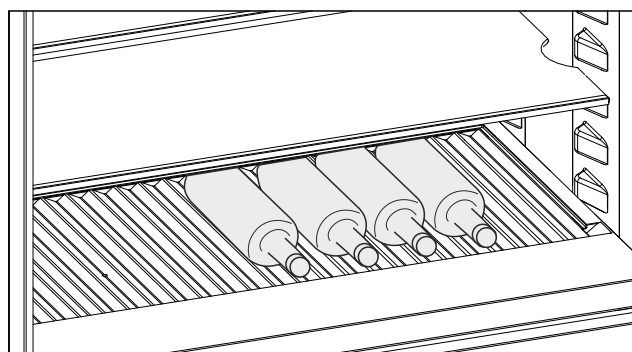

Fig. 207 Beispielhafte Darstellung
- Flaschen mit dem Boden nach hinten zur Rückwand einlegen. (siehe Fig. 207)